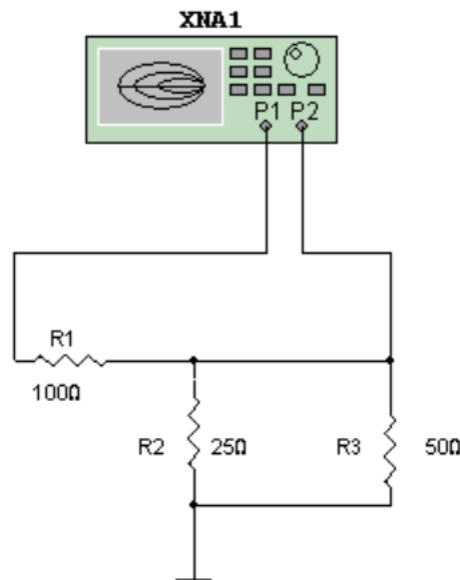

Рис. 17-1 Пример двухпортового соединения.
- 18. Соберите схему, изображенную на рис. 17-1.